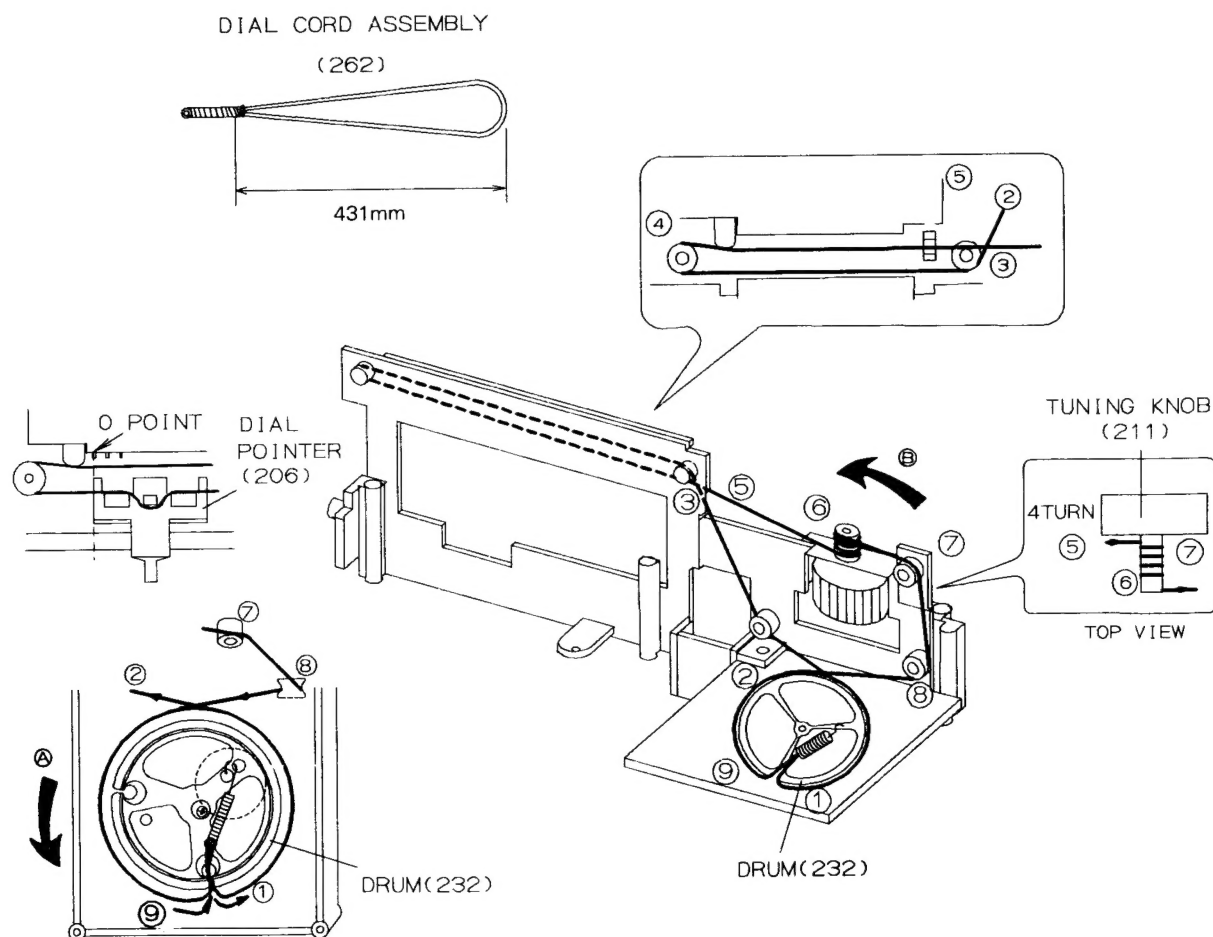

Figure 11-1
⑤ STRINGING OF DIAL CORD
1. Turn the drum fully in the direction ① shown in Fig. 11-1 and stretch its cord over the parts in the numerical order.
2. Then turn the tuning control shaft fully in the direction ② shown in Fig. 11-1 and fix its pointer as shown in Fig. 11-1.
④ SPANNEN DER SKALENSCHNUR
1. Die Trommel gemäß Abb. 11-1 bis zum Anschlag in Richtung ① drehen, dann die Schnur in der numerischen Reihenfolge über die einzelnen Teile spannen.
2. Die Abtastmischerachse gemäß Abb. 11-1 bis zum Anschlag in Richtung ② drehen, dann den Zeiger gemäß Abb. 11-1 befestigen.
③ PASSAGE DU CORDON DU CADRAN
1. Tourner le tambour entièrement dans le sens ① montré sur la Fig. 11-1 et passer le cordon sur les organes indiqués et dans l'ordre numérique.
2. Tourner l'arbre de commande d'accord entièrement dans le sens ② montré sur la Fig. 11-1 et fixer son index comme le montre la Fig. 11-1.